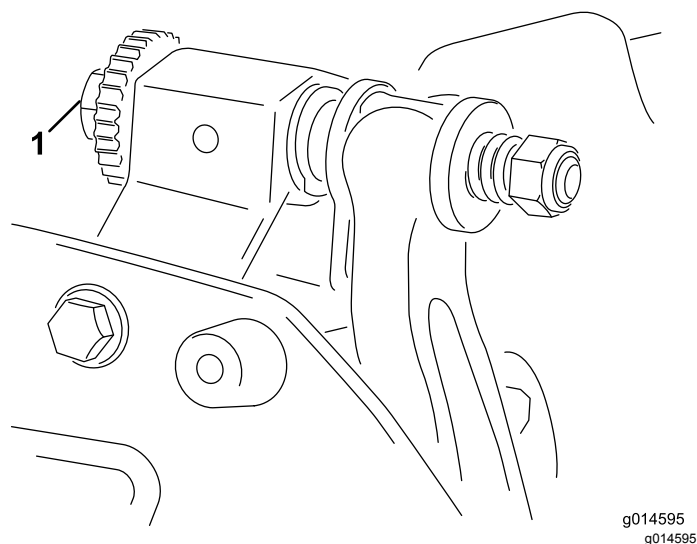

Figura 8
- A. Rode os parafusos de ajuste da barra de apoio no sentido dos ponteiros do relógio (**Figura 8**), um clique de cada vez, até que se veja e oiça um leve contacto.
6. Rode o parafuso de ajuste da barra de apoio direita (**Figura 8**) até sentir uma ligeira pressão no calço deslizando-o de um lado para o outro. Retire o calço.